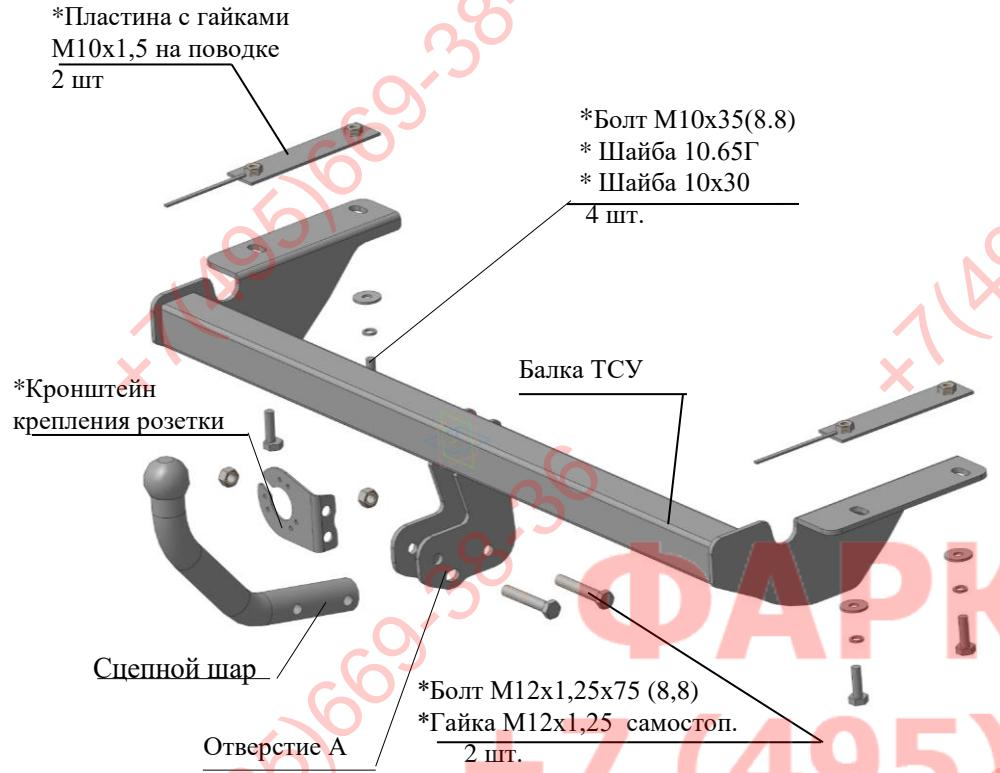

Рис.1 Тягово-сцепное устройство ТСУ 2180.01.
2.1 ТСУ 2180.01 в сборе (рис.1)	1 шт.
2.2 Пакет с комплектующими (см. рис.1) Защитный колпак	1 шт.
4.3 Закрепить левый и правый боковые кронштейны ТСУ (соответственно рис.1) к нижним полкам лонжеронов а/м болтами M10x35, вставив внутрь лонжеронов пластины с гайками на поводке, и подложив под головки болтов шайбы 10.65.Г и шайбы 10x30. Крепеж не затягивать.